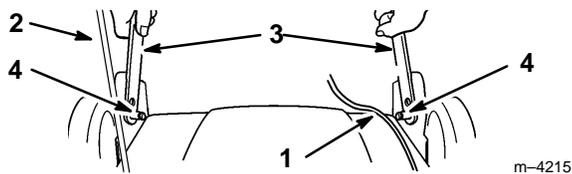

Figure 1
5. Poser le mancheron supérieur sur le sol derrière la tondeuse, étiquette vers le haut, en faisant passer les câbles de commande entre les supports de montage du mancheron (Fig. 1).
1. Serrer les extrémités du mancheron inférieur l'une vers l'autre, placer les trous du mancheron sur les ergots des supports du mancheron et relâcher le mancheron (Fig. 1).